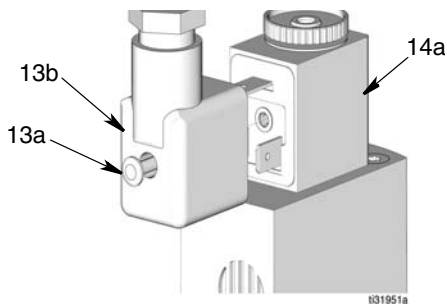

FIG. 6
8. Allentare la vite (13a) sul retro del connettore della valvola a solenoide tipo mini DIN (14a) e scollegarlo dal connettore della valvola a solenoide (14a) (FIG. 6).